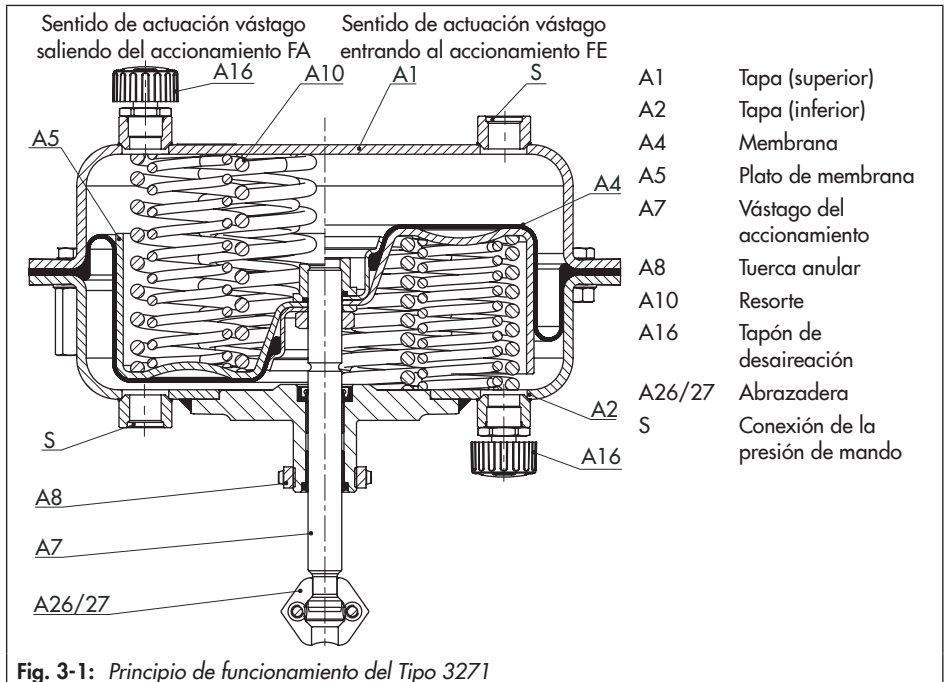

Fig. 3-1: Principio de funcionamiento del Tipo 3271
El accionamiento está compuesto principalmente de las dos tapas (A1, A2), la membrana (A4) con plato de membrana (A5) y los resortes (A10), ver Fig. 3-1.
En la ejecución "vástago saliendo del accionamiento FA" la presión de mando se conduce a través de la conexión inferior de la presión de mando (S) a la cámara de la membrana inferior y el vástago del accionamiento (A7) se desplaza hacia arriba contrarrestando la fuerza de los resortes (ver Fig. 3-1, mitad izquierda).
membrana superior y el vástago del accionamiento (A7) se desplaza hacia abajo contrarrestando la fuerza de los resortes (ver Fig. 3-1, mitad derecha).